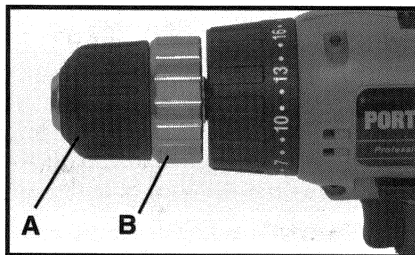

Fig. 2
2. El portabroca de tres quijadas está diseñado para permitir que la broca sea autocentradora. Para abrir las quijadas dele vuelta al manguito exterior (A) Fig. 2, en el sentido contrario a las manecillas del reloj (viendo directamente a la punta de la broca), hasta que la espiga (cabo) entre fácilmente.
4. Mientras detiene la broca con una mano, dele vuelta al manguito exterior (A) Fig. 2, en el sentido de las manecillas del reloj hasta que el portabroca sujete la broca.
5. Para apretar el portabroca, agarre el anillo del portabroca (B) Fig. 2, con una mano y dele vuelta al manguito exterior (A) en el sentido de las manecillas del reloj. Apriételo bien.